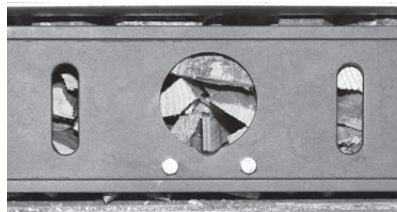

Fig. 45 **Richtig** eingelegtes Scheitholz vor der Zündöffnung
- Zuerst kleine, dann größere **Scheithölzer** der Länge nach **einlegen** und je nach Bedarf den Füllraum auffüllen – Fig. 46. Vor dem Schließen der Anzündtür, kontrollieren, dass Holz direkt vor der Zündöffnung liegt – Fig. 45.